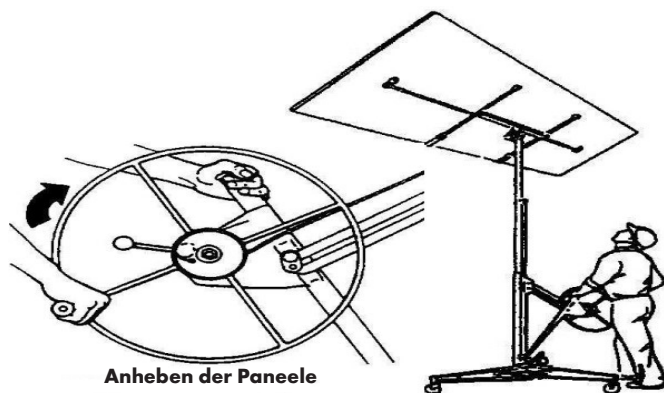

Abbildung 32
- Um die Platte anzuheben, drehen Sie das Windenrad in die in Abb. 32 gezeigte Richtung. Der Bremsarm ist federbelastet und hält die Winde automatisch in jeder Höhe.